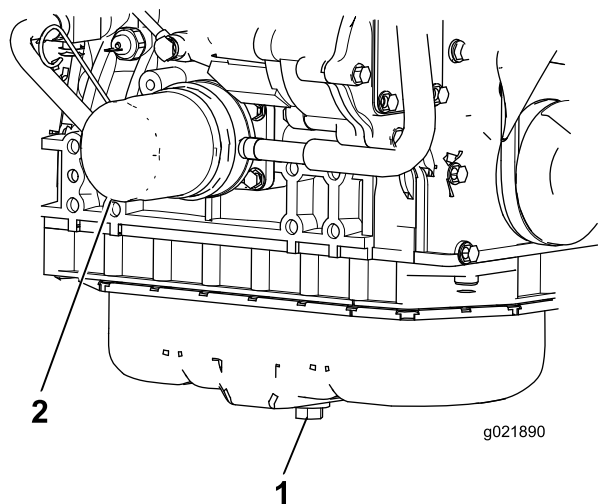

Figura 41
1. Retire el tapón de vaciado del aceite (Figura 41) y deje fluir el aceite a un recipiente apropiado. Una vez que se haya vaciado todo el aceite, coloque el tapón de vaciado.
2. Retire el filtro de aceite (Figura 41). Aplique una capa ligera de aceite limpio al filtro nuevo antes de enroscarlo. **No apriete demasiado.**